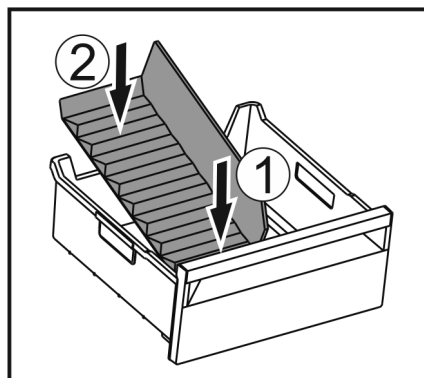

Fig. 222
- Установите переднюю часть разделителя отделения для льда. Fig. 222 (1)
- Опустите заднюю часть разделителя отделения для льда на дно выдвижного ящика. Fig. 222 (2)